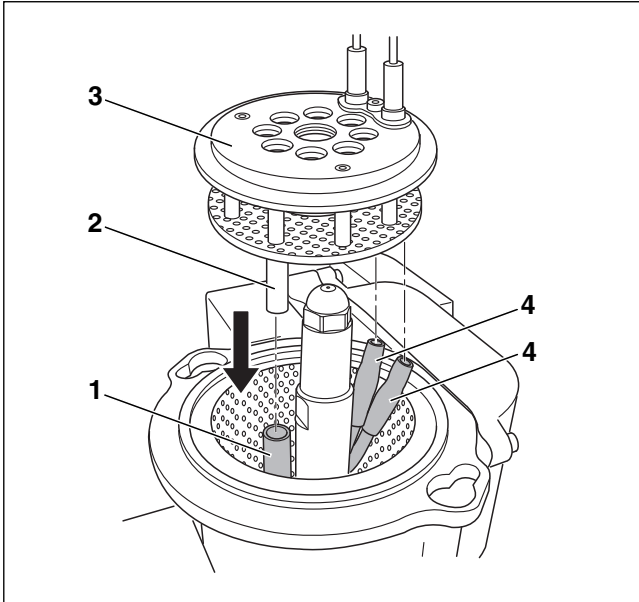

Bild 49 Mischsystem montieren
- ▶ Mischsystem (→ Bild 49, [3]) wieder einsetzen.
- ▶ Zündleitungen (→ Bild 49, [4]) korrekt befestigen.
- ▶ Sichtrohr (→ Bild 49, [2]) in das Halterohr (→ Bild 49, [1]) schieben.